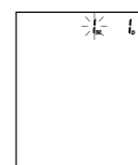

Рис. 2-2
2. Для того, чтобы изменить дату и время, нажмите и удерживайте 3 сек одновременно кнопки «СТАРТ» и «М». Прозвучит сигнал и начнет мигать месяц, см. Рис. 2-2.